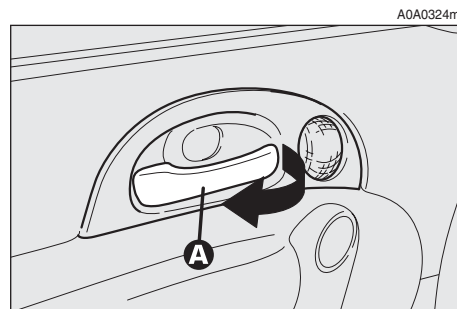

fig. 13
- Para abrir la puerta tire de la palanca (A-fig. 13).